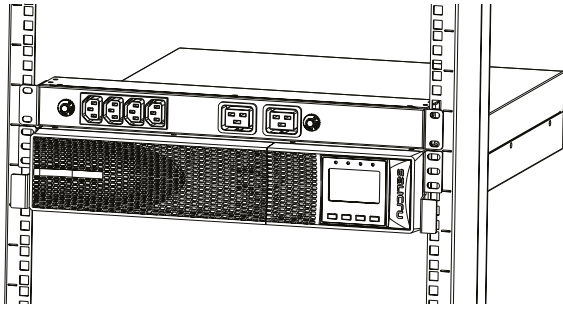

Fig. 11. Montagem rack em armário 19" com PDU.
- Proceda do seguinte modo (ver Fig. 11):